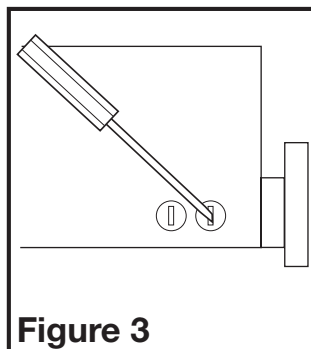

Figure 3
- Choisissez l'emplacement pour votre unité. Pour assurer la meilleure performance du débit d'air et sonore, il est recommandé que la longueur des conduits et que le nombre de coudes soient gardés au minimum et que des conduits rigides isolés soient utilisés. Des plus grands formats de conduits réduiront le bruit et les restrictions au débit d'air. Ce ventilateur nécessite au moins 17,78 cm (7 po) de dégagement du mur ou du plafond, et peut s'installer au travers de cloisons sèches d'épaisseur de 1,9 cm (3/4 po). Le ventilateur s'installe entre 40,6cm (16po) au centre des solives à l'aide des quatre (4) traverses de montage incluses.
- Enlever l'alvéole défonçable à l'aide d'un tournevis plat (Figure 3).